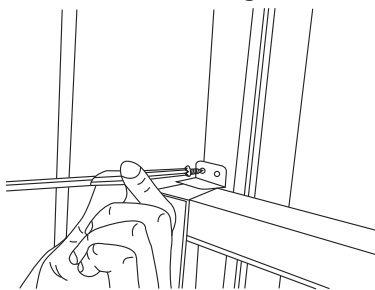

Fig.9
C. Para asegurar la ventana inferior en su lugar, fije el bloqueo de la ventana en ángulo recto con un tornillo de 3/4" (19 mm) o 1/2" (12,7 mm) como se muestra (Fig.9).